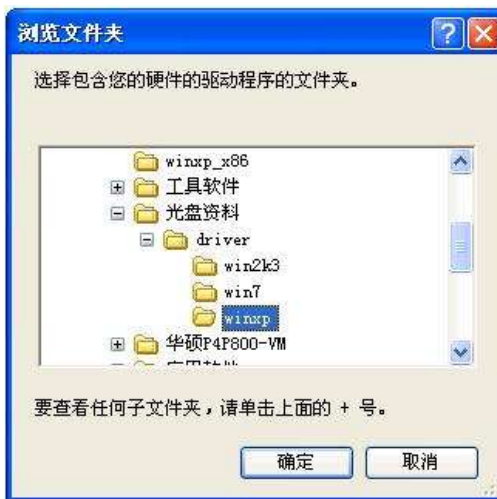

图 3-3 驱动文件路径选择窗口
3) 在图 3-1 窗口选择<从列表或指定位置安装>，点击<下一步>，将安装路径指向驱动文件所在的文件夹,如图 3-3 所示;
4) 在图 3-3 窗口点击<确定>按钮，会弹出驱动正在安装界面，如图 3-4 所示。安装完毕后系统会提示驱动安装成功，如图 3-5 所示;